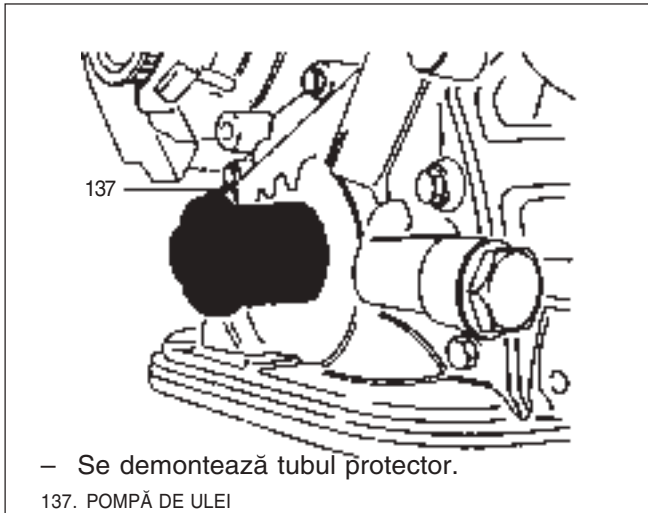

Fig. 17 Montarea simeringului față al arborelui cotit
- 1) Tubul de protecție pe arborele cotit (Fig.17).